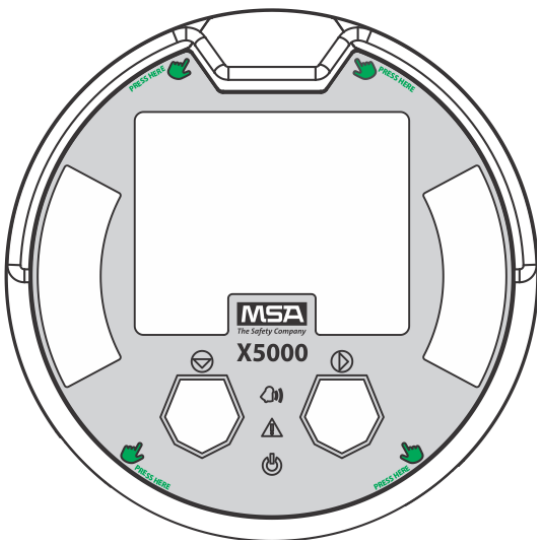

Fig. 34 Locaties aangegeven waar men op moet drukken bij vervangen van een board-stack
- (12) Vervang de board-stack door de vier metalen steunen uit te lijnen met de vier gaten binnen in de ULTIMA X5000behuizing. Druk stevig op de board-stack op de aangegeven plaatsen (zie Fig. 34).